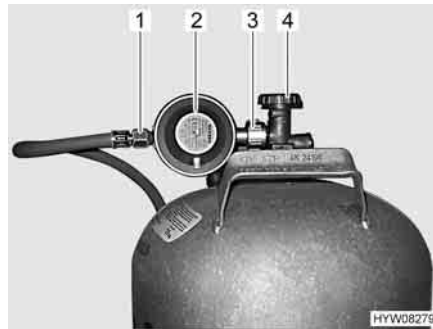

Fig. 119 Raccordo bombola del gas
- Chiudere la valvola principale di arresto (Fig. 119,4) della bombola del gas. Osservare la direzione della freccia.
- Tenere fermo il regolatore di pressione del gas (Fig. 119,2) e aprire il dado zigrinato (Fig. 119,3) con una chiave speciale adatta (filettatura sinistra).
- Rimuovere il regolatore di pressione del gas con il tubo del gas (Fig. 119,1).
- Collocare il regolatore di pressione del gas (Fig. 119,2) con il tubo del gas (Fig. 119,1) sulla bombola del gas e serrare bene il dado zigrinato (Fig. 119,3) con una chiave speciale adatta (filettatura sinistra; **non** serrare eccessivamente).